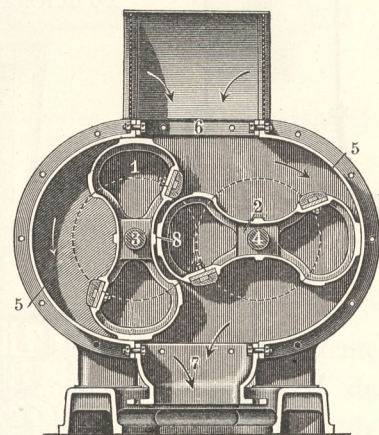

Fig. 593. Roots-Gebläse (Roots-Blower).
**Rotierende Gebläse oder Kapselgebläse (Dreh- oder Kreiskolbengebläse)** finden zur Förderung mittelgroßer Luftmengen bei einem Überdruck von 0,3—0,4 at Verwendung. Sie dienen zur Erzeugung des Windes für Gießereiofen, Schmiedefeuer u. dergl. Die Bauart der Kapselgebläse ist derjenigen der Rotationspumpen in manchen Fällen fast gleich. Auch hier drehen sich ein oder meist zwei Flügel (Verdränger) um horizontale Achsen in einem Gehäuse (Kapsel). Bei dem *Roots-Gebläse* (Fig. 593) haben die beiden Flügel 1, 2 eine aus Epi- und Hypozykloiden